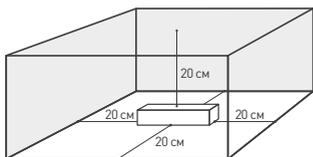
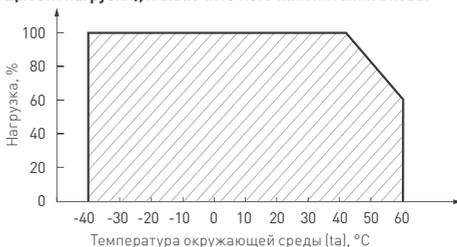

Рис. 2. Свободное пространство вокруг источника
Рис. 3. Максимальная допустимая нагрузка, % от мощности источника
- температура окружающего воздуха от -40 до $+60$ °С (см. график зависимости максимальной допустимой нагрузки на источник питания от температуры окружающей среды на рис. 3);
- 4.3. Для естественной вентиляции обеспечьте не менее 20 см свободного пространства вокруг источника питания, как изображено на рис. 2. При невозможности обеспечить свободное пространство используйте принудительную вентиляцию. В случае установки в ограниченном пространстве (например, лайтбокс или профиль) предусмотрите обеспечение требуемого температурного режима источника питания согласно рис. 3.
- 4.4. Не нагружайте источник питания более чем на 80% от его максимальной мощности. Учитывайте, что с повышением температуры окружающей среды максимальная мощность источника питания снижается, см. график зависимости на рис. 3.